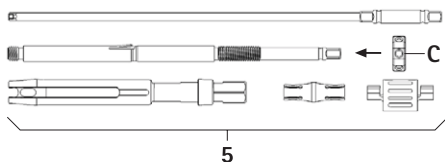

Fig. 10
- Avvitare il dado di serraggio **C** sulla camicia interna, vedere Fig. 10.